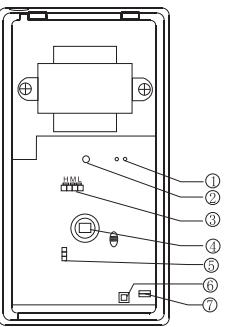
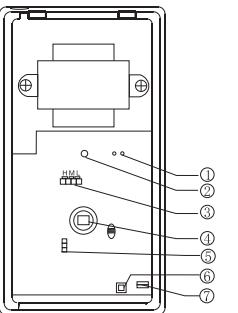

图4
图5
②**直流输入**：直流+12V输入端，极性为**—C—+—**。在需要配置大容量备用电池时可将备用电源由此输入，接口有自动充电装置和交直流自动切换功能。接口严禁短路。若已选配内置备用电源，则禁止此端子外接备用电源。
③**开关**：内置电池开关，只关断内置电池，不关断交流电，整机在有交流电源时仍然正常工作，且交流电源仍然对备用电源进行充电。
④**保险丝**：整机交流电源保险丝，采用AC250V/0.1A熔丝管。
⑤**交流输入**：本机采用交流220V/50Hz电源供电。
⑥**分机**：此接口用于连接电话机。
⑦**外线**：此接口用于连接电话外线。
⑧**电话设置**：仅KS-600D型报警主机有效，长按此开关3S，拨号板即可进入编程设置状态。
2、KS-206AT无线红外探测器(如图4)
①**交流电输入**：AC16V交流输入端。
②**报警指示灯**：探测器报警时指示灯点亮，上电封锁时指示灯闪烁，低电时每3秒闪烁1次。
③红外探测距离控制：探测器设有三档灵敏度控制，跳线短路帽往L方向插，灵敏度越低，探测距离就越近。建议在满足使用的前提下灵敏度尽可能选择低一些。
④双元红外传感器：探测人体移动的传感单元，是红外探测器的关键元件。
⑤高低功率选择：跳线短路帽插在L为低功率档，发射功率 $\leq 10\text{mW}$ （出厂默认功率）；跳线短路帽插在H为高功率档。（警告：选择该档功率应经当地无线电管理部门批准后方可使用。）
⑥机壳防拆：在探测器外壳被打开时，探测器发射防拆报警信号。
⑦电池门防拆：在工作状态下开启电池门，无论探测器处于何工作状态，都将发射防拆报警信号。
3、KS-206ACT无线红外探测器(如图5)
①交流电输入：AC16V交流输入端。
②报警指示灯：探测器报警时指示灯点亮，上电封锁时指示灯闪烁，低电时每3秒闪烁1次。